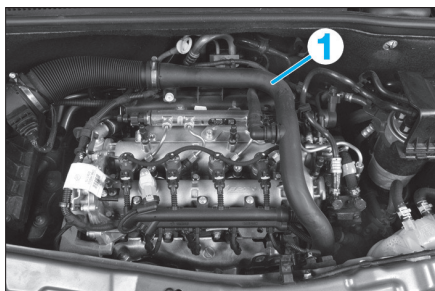

FIG. 30
- le conduit d'air de suralimentation (1) (Fig.30),